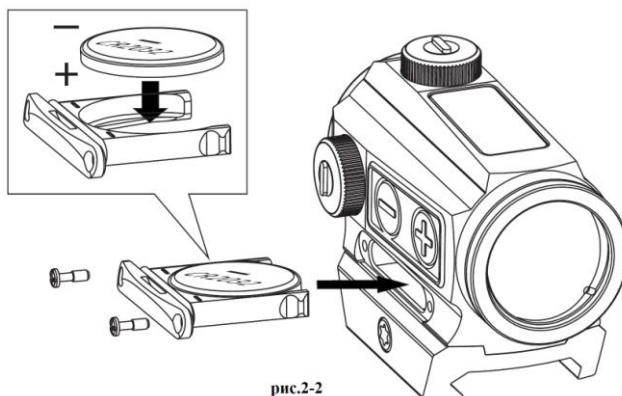

рис.2-2
2) Установка новой батарейки (см. Рис.2-2):